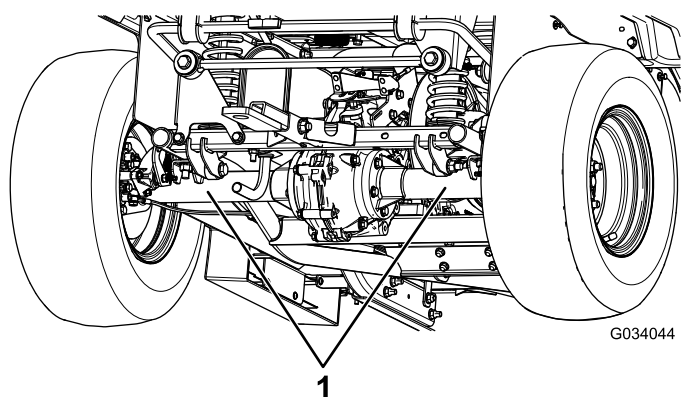

Рисунок 24
- Точка подъема в задней части автомобиля находится под трубами моста (**Рисунок 24**).